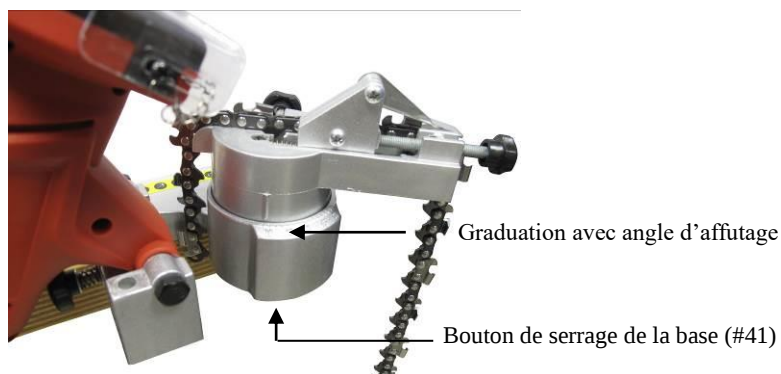

FIGURE 5
3. Desserrer le bouton de verrouillage de l'étau (Rep.41) sous l'affûteuse et orienter l'ensemble étau + chaîne selon l'angle d'affûtage indiqué sur le manuel de votre tronçonneuse (généralement 30 ou 35°), puis resserrer le bouton (Rep.41). (Figure 5).